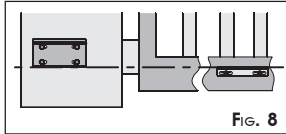

Fig. 8
- de onderste rand van de achterste beugel moet op één lijn zijn met de bovenste rand van de voorste beugel, (Fig.8).